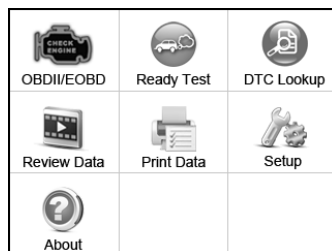

Figure 3.1
- 1) A partir de l'**écran principal** (Figure 3.1), utilisez les touches de défilement **HAUT/BAS** et **GAUCHE/DROITE** pour sélectionner **Recherche de DTC** et appuyez sur la touche **OK**.